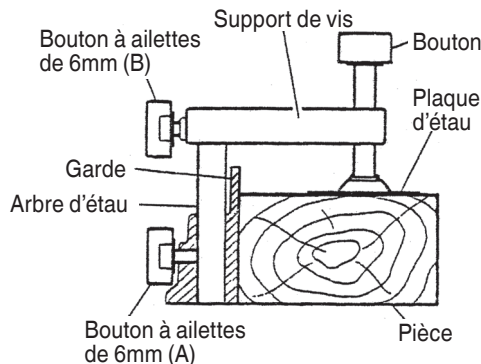

Fig. 21
- (1) L'ensemble d'étau se monte soit sur la garde gauche (garde (B)), soit sur la garde droite (garde (A)), en desserrant le bouton à ailettes de 6mm.
- (2) Le support de vis se relève ou s'abaisse en fonction de la hauteur de la pièce en desserrant le bouton à ailettes de 6mm (B). Après le réglage, resserrer fermement le bouton à ailettes de 6mm (B) et fixer le support de vis.
- (3) Tourner le bouton supérieur et fixer solidement la pièce en place (Fig. 21).